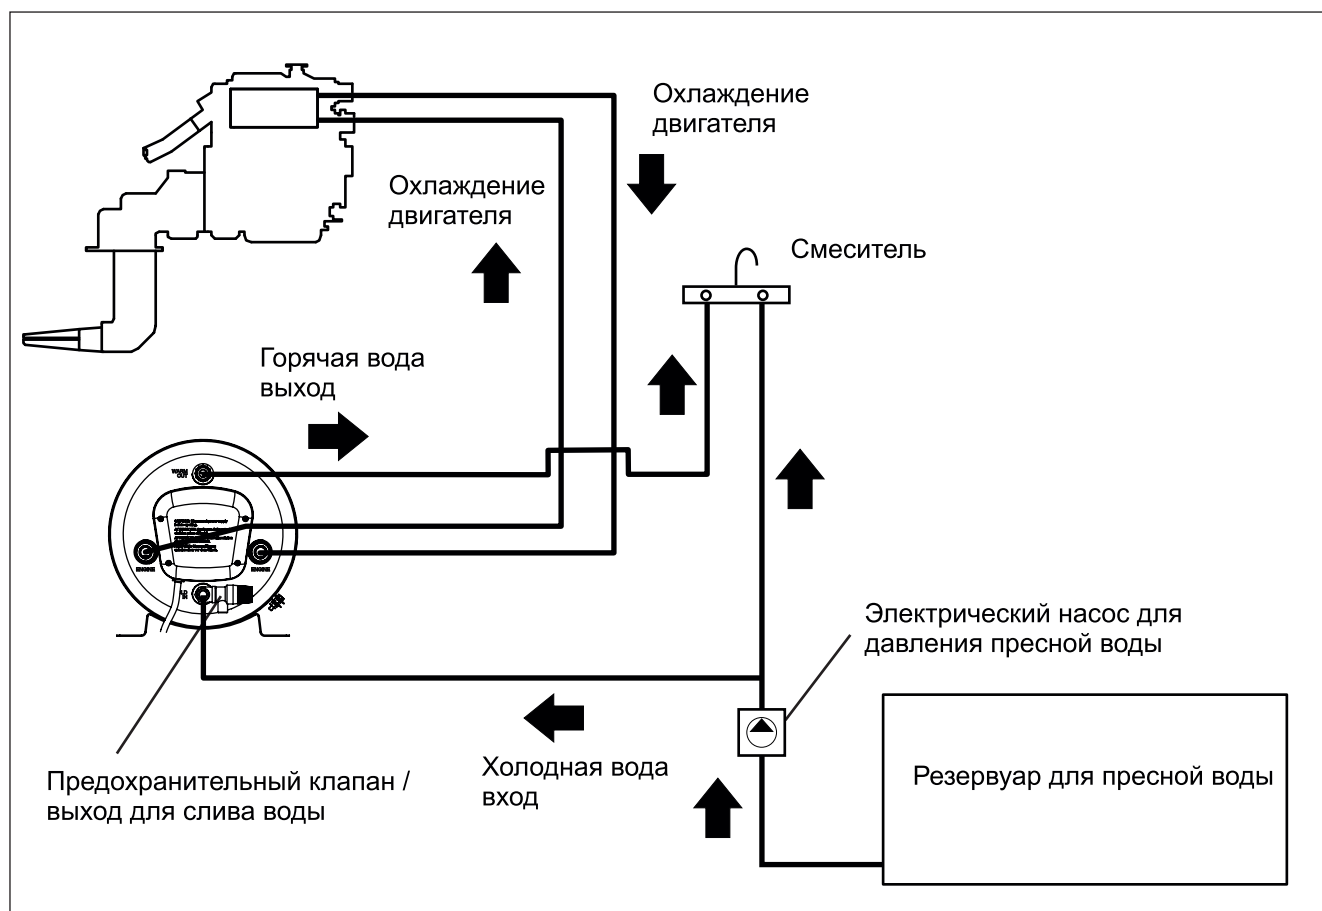

Рис. 1
Водонагреватель может быть смонтирован в любом месте плавательного судна, причем соединения с теплообменником двигателя должны находиться под главным резервуаром двигателя (рис. 1). Лучше всего, чтобы длина шлангов теплообменника была небольшой, чтобы сохранить минимальными сопротивление потока (перепад давления) и потери тепла. Во многих смонтированных приборах теплообменник водонагревателя связан последовательно с кругом охлаждения двигателя. В других случаях он связан параллельно с ограничителем дебита/тройником.
4.3 Подсоединение к двигателю (смотри схему соединения, рис. 1):
Подсоединение к двигателю (смотри схему соединения, рис. 1):
4.4 Подсоединение к системе подачи пресной воды (смотри схему соединения, рис. 1):